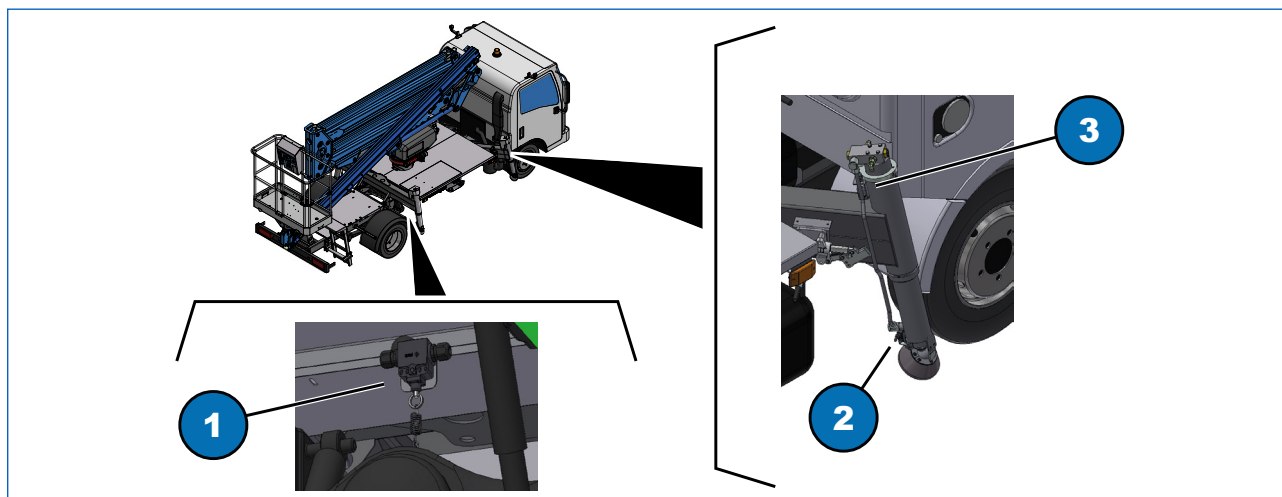

Fig. 5.8
Il dispositivo di controllo stabilizzazione è formato da tre microinterruttori, (Fig. 5.8, 1), (Fig. 5.8, 2) e (Fig. 5.8, 3), posizionati su ogni stabilizzatore.
Il microinterruttore (Fig. 5.8, 2) segnala la chiusura completa del piattello per la marcia su strada, il microinterruttore (Fig. 5.8, 3) controlla l'avvenuto appoggio a terra e il microinterruttore (Fig. 5.8, 1) segnala la stabilizzazione minima.
- Quando gli stabilizzatori sono correttamente estesi la spia 12 in corrispondenza dei comandi di stabilizzazione (vedere Fig. 4.4), è accesa segnalando il corretto funzionamento dei microinterruttori (Fig. 5.8, 1) e (Fig. 5.8, 3);
- ritirare tutti gli stabilizzatori e verificare che in cabina il LED (Fig. 4.3, 3) sia acceso segnalando il corretto funzionamento del microinterruttore (Fig. 5.8, 2).